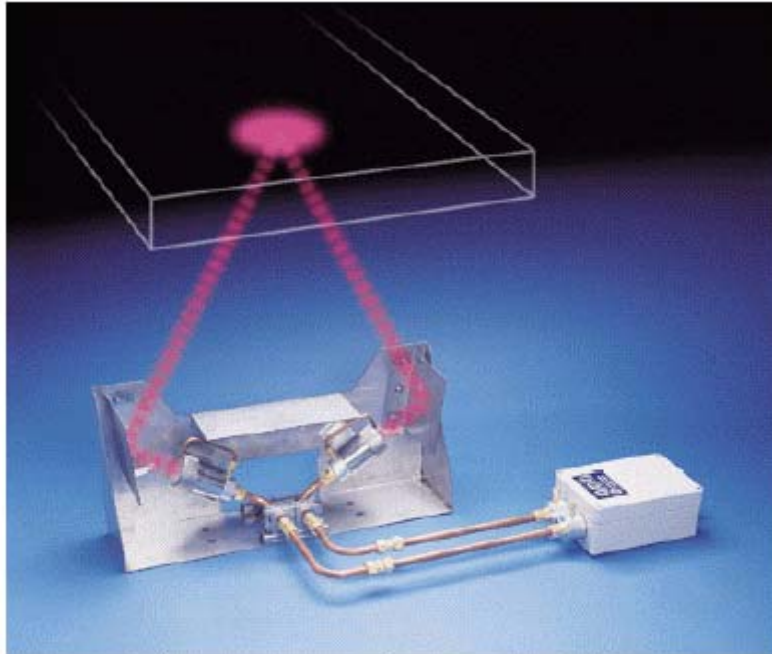

图 2：WADECO Micro-Reflex MWS-R-1 “热钢带”探测传感器
- 作为单个元件时，变送器和接收器模块是装在同一个外壳里。在这种情况下，变送器发出信号而接收器查找被反射回来的信号。如果信号的功率超过了预先设定的值，那么就探测到了一个物体（参见图 2）。